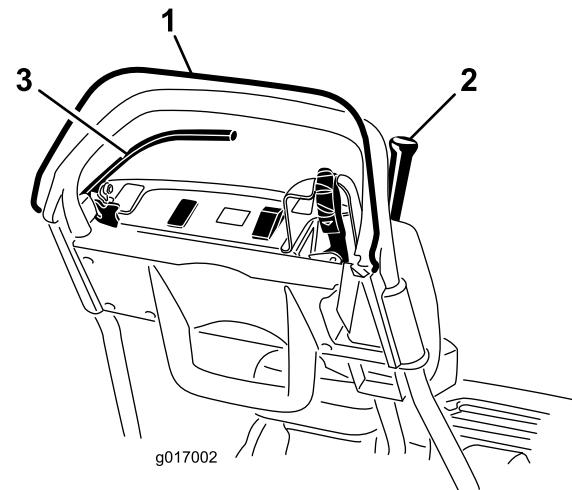

Bild 36
2. Versuchen Sie den Fahrantriebshebel bei gelöster elektronischer Sicherheit zu aktivieren (Bild 36). Der Fahrantriebshebel sollte nicht aktiviert werden. Wenn der Fahrantriebshebel aktiviert werden kann, müssen die Sicherheitsschalter gewartet werden. Beheben Sie den Fehler vor der Verwendung der Maschine.
3. Lösen Sie die elektronische Sicherheit, wenn die elektronische Sicherheit gedrückt und der Fahrantriebshebel aktiviert ist (Bild 36). Der Fahrantriebshebel sollte deaktiviert werden. Wenn der Fahrantriebshebel nicht deaktiviert wird, müssen die
4. Aktivieren Sie die elektronische Sicherheit und schieben Sie den Ganghebel nach links; kuppeln Sie dann den Fahrantrieb und den Spindelantrieb ein und lösen Sie die elektronische Sicherheit (Bild 36). Der Fahrantriebshebel sollte deaktiviert werden. Wenn der Fahrantriebshebel nicht deaktiviert wird, müssen die Sicherheitsschalter gewartet werden. Beheben Sie den Fehler vor der Verwendung der Maschine, siehe Warten des Fahrantriebs-Sicherheitsschalters \(Seite 36\)